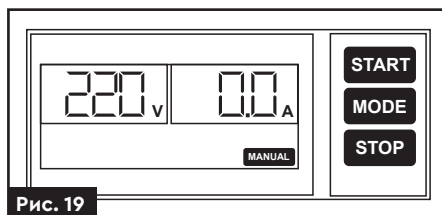

Рис. 19
- Натисніть кнопку «**MODE**» для ввімкнення ручного режиму. Переконайтеся, що насос не працює. На дисплеї з'являться написи, що зазначені на рис. 19.